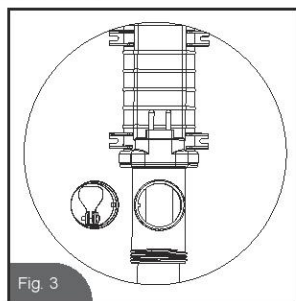

Fig. 3
2. Używając węża ogrodowego wyczyść osad i zabrudzenia znajdujące się na powierzchni czujnika przepływu (jeśli to konieczne użyj plastikowej szczotki, nigdy nie używaj metalowej) (patrz rys. 3)